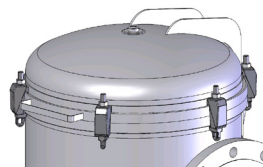

Figura 3.3b
3. Allentare la vite di chiusura della CLAMP, che serve a tenere uniti il coperchio ed il semi guscio inferiore, e sganciarla (figura 3.3a). Nel caso in cui siano presenti dei morsetti allentarli (figura 3.3b).